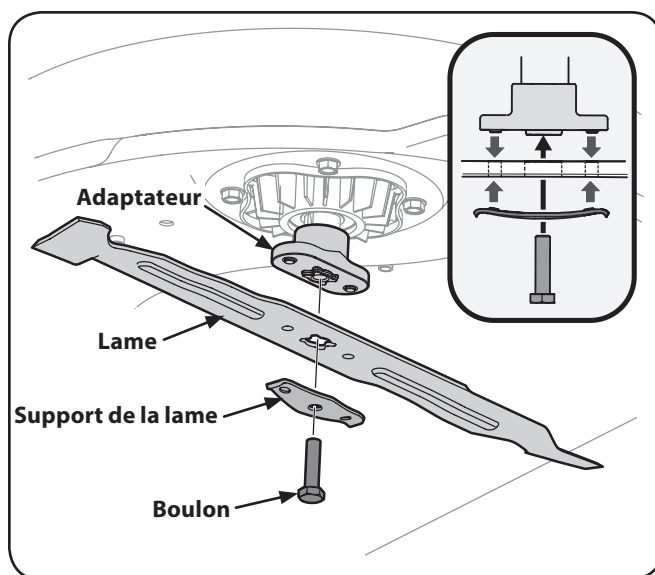

Figure 7-1
2. Retirez le boulon hexagonal et le support de la lame qui fixent la lame et l'adaptateur au moteur du plateau de coupe. Voir Figure 7-1.
3. Retirez la lame et l'adaptateur de la lame de la fusée du moteur du plateau de coupe. Voir Figure 7-1.